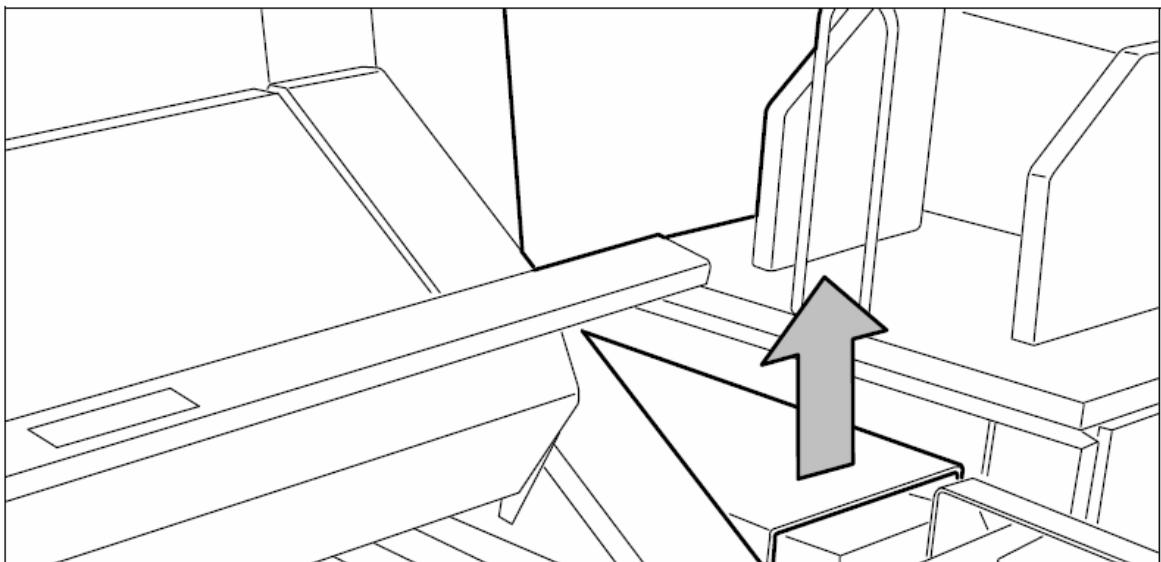

Рисунок 149. Открытие верхней крышки модуля окантовки
4. Откройте верхнюю крышку модуля окантовки и удалите весь носитель, который имеется внутри (смогите рисунок 149).